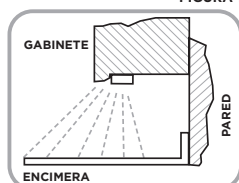
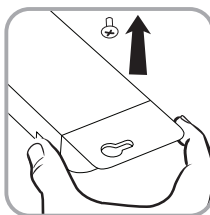

FIGURA 2
FIGURA 3
5. Una vez instalados los tornillos de montaje (incluidos), asegure el accesorio de luz LED a la superficie donde se instalará mediante los orificios correspondientes. Ver **Figura 2** y **Figura 3**.